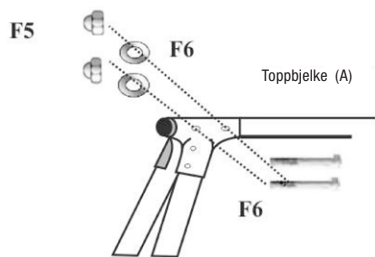

Fig 4
3. Fest de to benparene med festene (B + H) i toppbjelken (A). Se til at bena skrår utover, og at hullene i benfestene passer i hullene på endene av toppbjelken, se fig. 4. Fest med 70 mm 6-kantbolt (F1), 2 skiver (F6), en på hver side av festet og M6 hettemutter (F5).